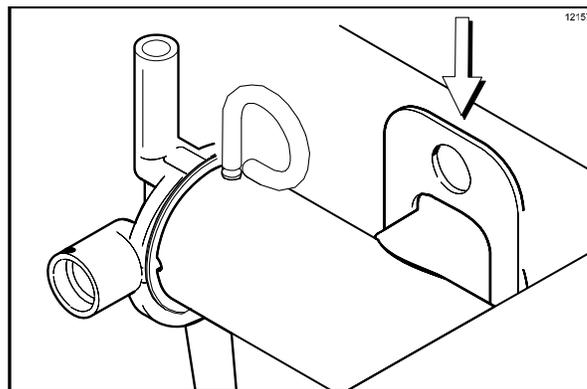

图 163
3. 在储料槽的后部安装泵组件。将活塞上的传动孔与传动轴上的传动摇柄对齐，以便确定泵在传动轴心上的位置。将泵夹套在泵套圈上以固定泵的位置，务必使泵夹套在套圈的环槽内。（见图 163。）